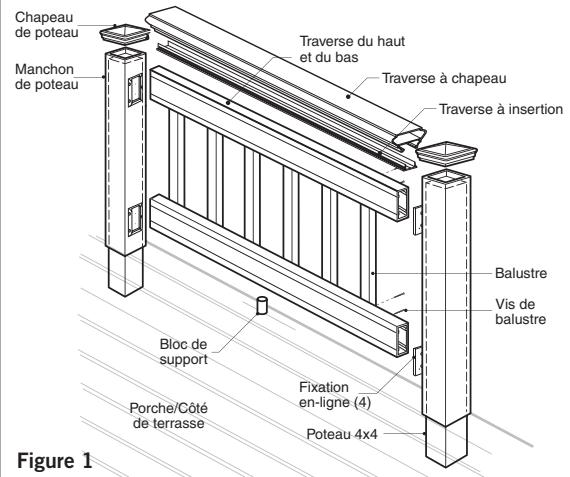
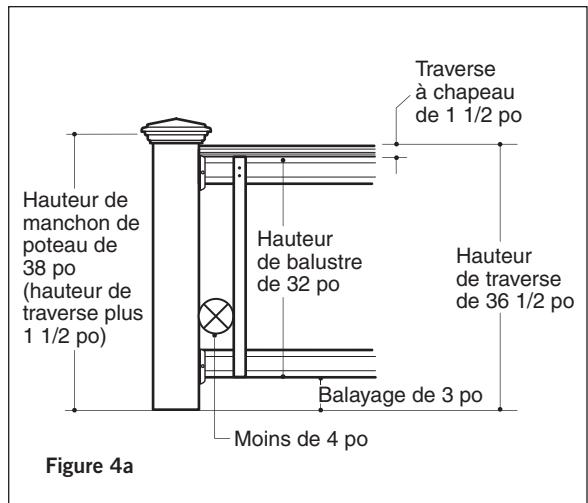

Figure 1
Figure 4a
**Étape 5 :** Taillez les manchons de poteau 4x4 pour la longueur. Les manchons de poteau devraient être d'un moins 1 1/2 po plus longs que la hauteur d'ensemble des traverses (**figure 4a et 4b**). Prévoyez un autre 1 1/2 po dans votre calcul si vous installez la traverse à chapeau optionnelle. Exemple : Pour une traverse de 36 po de haut, taillez le manchon de poteau à au moins 37 1/2 po (39 avec la traverse à chapeau). Si vous le désirez, le manchon de poteau peut rester plus long.
**Étape 6 :** Mesurez la distance entre les manchons de poteau installés pour déterminer la longueur des traverses du haut et du bas (**figure 1**). La distance entre le poteau et le premier balustre devrait être de moins de 4 po et égale des deux côtés (**figure 4a et 4b**). Retirez un autre 1/4 po aux deux extrémités (1/2 po en tout) pour la fixation pour s'ajuster entre la traverse et le poteau. Taillez les traverses du haut et du bas selon la longueur.
**Étape 8 :** Placez la traverse du bas entre les poteaux et le centre. **Vérifiez les exigences du code de la construction pour l'espacement maximum entre la surface de la terrasse et le bas de la traverse (balayage).** Un espacement de 3 po est recommandé, mais peut être plus ou moins élevé si les codes le permettent (**figures 4a et 4b**). Marquez la position de la fixation sur les deux poteaux. Retirez la traverse. Marquez les emplacements des vis et pré-percez à travers le manchon du poteau en utilisant un foret de 1/4 po. Installez chaque fixation au poteau avec deux longues vis de 2 po.
**Étape 9 :** Il faut un bloc de support au centre de chaque traverse. Taillez le bloc de support à la bonne hauteur. Installez au bas de la traverse inférieure (reportez-vous à la figure 1). Trouvez le centre de la traverse et pré-percez avec un foret de 1/8 po. Installez le raccord du bloc de support avec la vis incluse. Marquez l'emplacement du bloc de support sur la surface de la terrasse et attachez l'autre raccord du bloc de support à la terrasse avec la vis incluse. Installez la traverse inférieure entre les poteaux. Utilisez les fixations comme guide, pré-percez chaque trou de vis avec un foret de 1/8 po et fixez chaque extrémité aux fixations avec deux vis longues de 1 po. Conseil : Utilisez un foret rallonge de tournevis pour éviter de tacher la traverse ou le manchon du poteau avec le mandrin porte-foret.
**Étape 10 :** Les figures 4a et 4b montrent comment dimensionner une traverse de 36 po de haut. Si vous désirez avoir une traverse à une hauteur différente, utilisez les figures 4a et 4b comme outils de planification pour déterminer la hauteur de coupe des manchons de poteau et les blocs de support. Remarque : Utilisez une fixture pour assurer une longueur constante (+/- 1/16 po).
**Étape 7 :** Il faut un bloc de support au centre de chaque traverse. Coupez le bloc de support à la hauteur voulue. Installez au bas de la traverse inférieure (reportez-vous à la figure 1). Trouvez le centre de la traverse et pré-percez avec un foret de 1/8 po. Installez le raccord du bloc de support avec la vis incluse. Marquez l'emplacement du bloc de support sur le filet de la marche et attachez l'autre raccord de bloc de support au filet de la marche avec la vis fournie.